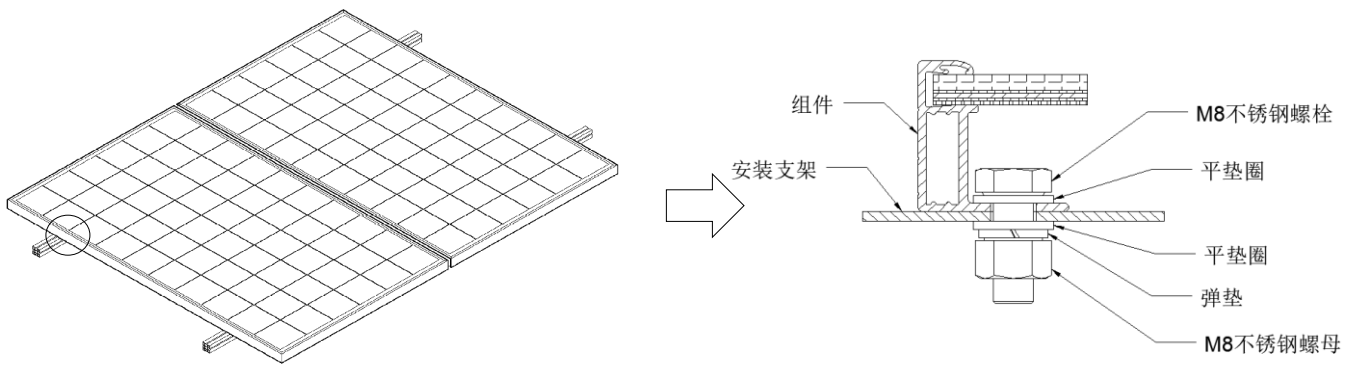

图 3 螺栓孔安装
- 螺栓孔安装：使用抗腐蚀螺栓，通过组件边框上的安装孔与安装支架固定，如图 3 所示；